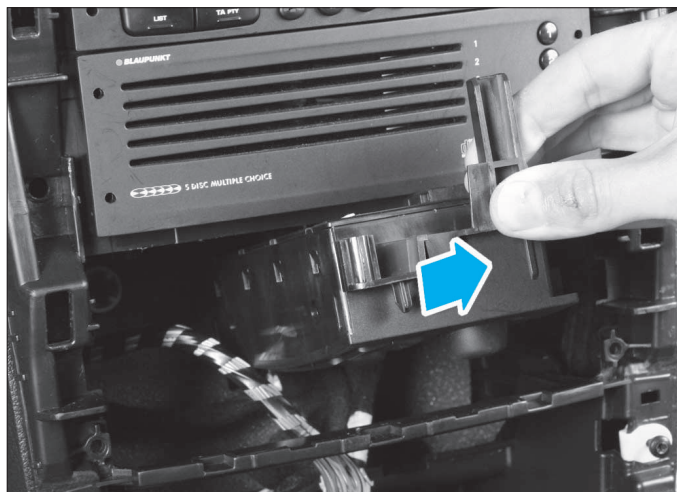

FIG. 36
- Manoeuvrer le panneau pour l'extraire de son logement (Fig.36).